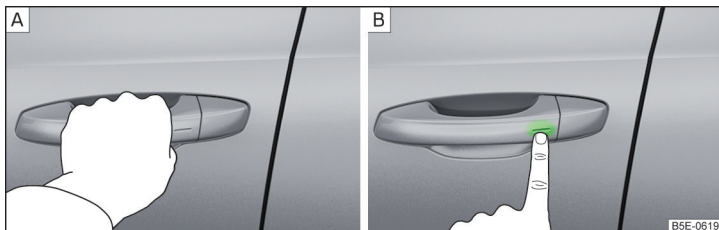

Fig. 53 Déverrouiller / verrouiller le véhicule
- Saisissez la poignée pour **déverrouiller** » fig. 53 - [A] le véhicule.
- Touchez le capteur sur la poignée avec le doigt pour **verrouiller** » fig. 53 - [B] le véhicule.
- Toucher le capteur sur la poignée avec le doigt dans les 5 sec » fig. 53 à la page 64 - [B]. Les clignotants clignotent une fois pour confirmer la désactivation.